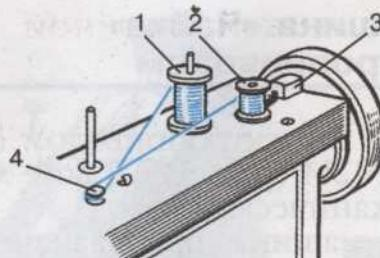

Рис. 39. Намотка нитки на шпульку в швейной машине «Чайка» класса 142М: 1 — катушка; 2 — шпулька на шпинделе моталки; 3 — упор; 4 — шайбы натяжения
2. Моталка находится на крышке рукава машины (рис. 39).